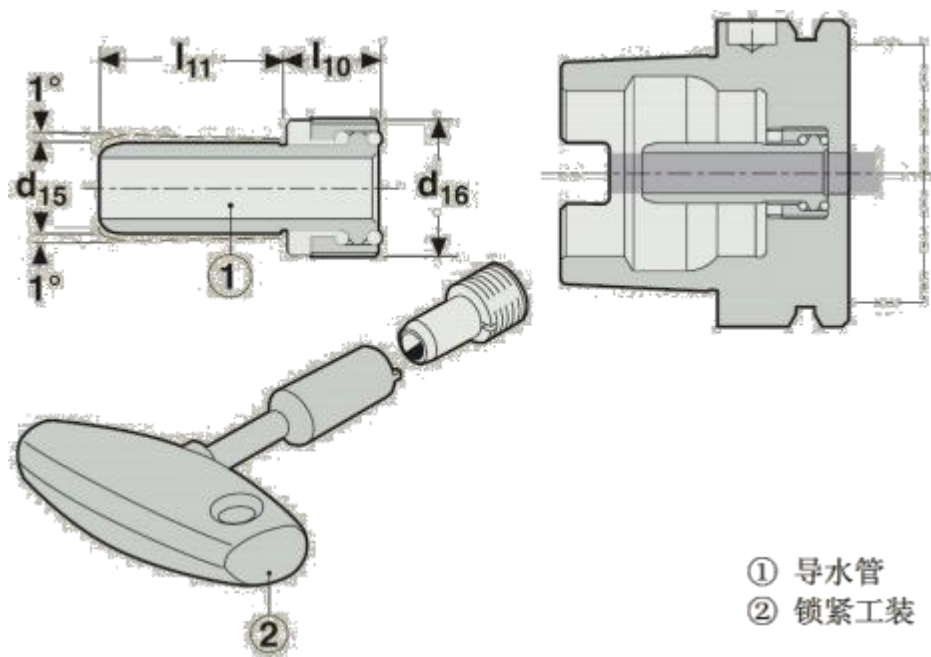

图 4.12 HSK 刀柄安装导水管示意图
**注意** 带有 HSK 锥孔和中心冷却功能的主轴，必须夹持具有中心出水功能的刀柄和刀具才能运转。否则会损坏主轴。 HSK 刀柄，可在内部需要安装导水管，如图4.12所示。在安装导水管时应符合以下要求：